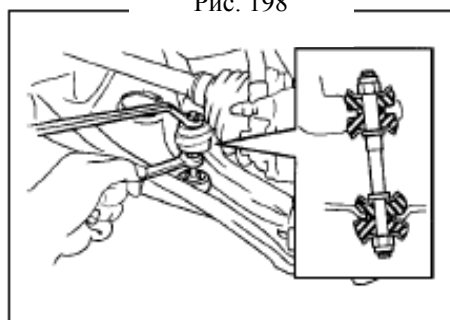

Рис. 199
(1) Затяните болты переднего стабилизатора, установите пять стопоров и четыре прокладки, удерживая болты от проворачивания(рис. 199)